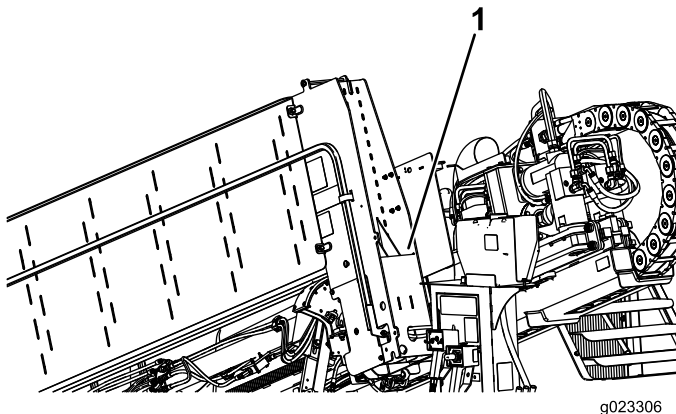

Figura 63
7. Guarde a trava do cilindro ao lado do reservatório de anticongelante (Figura 63).